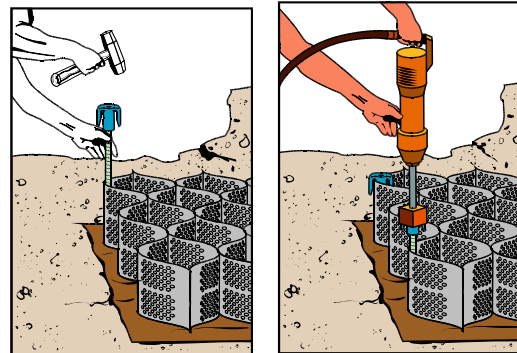

Figura 7 Anclaje con Estacas
- **Alternativa 1:** Extender la sección de Geoweb® en la posición que le corresponde y anclarla con estacas. Ver Figura 7.